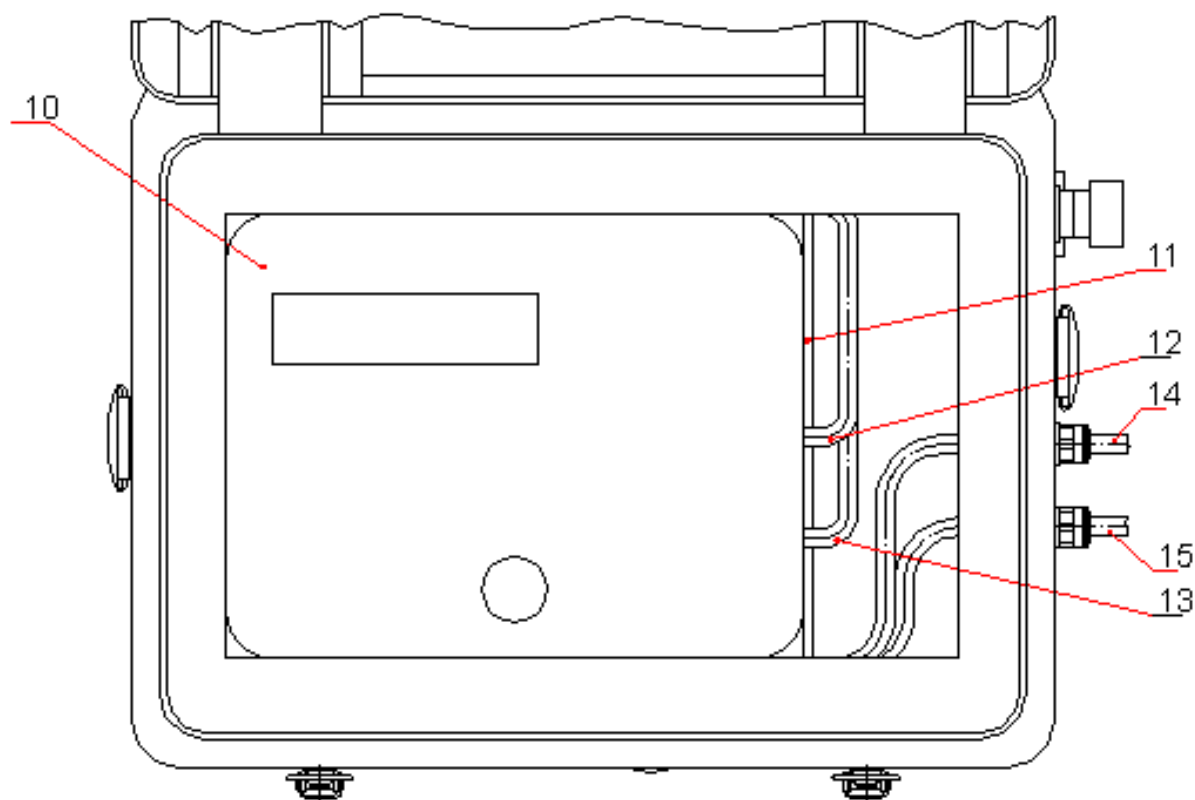

Рисунок 3 - Вид с открытой крышкой
4.1 Перед установкой прибора в термостат вынуть внутреннюю перегородку термостата, изготовленную из оргстекла (см. рисунок 3).